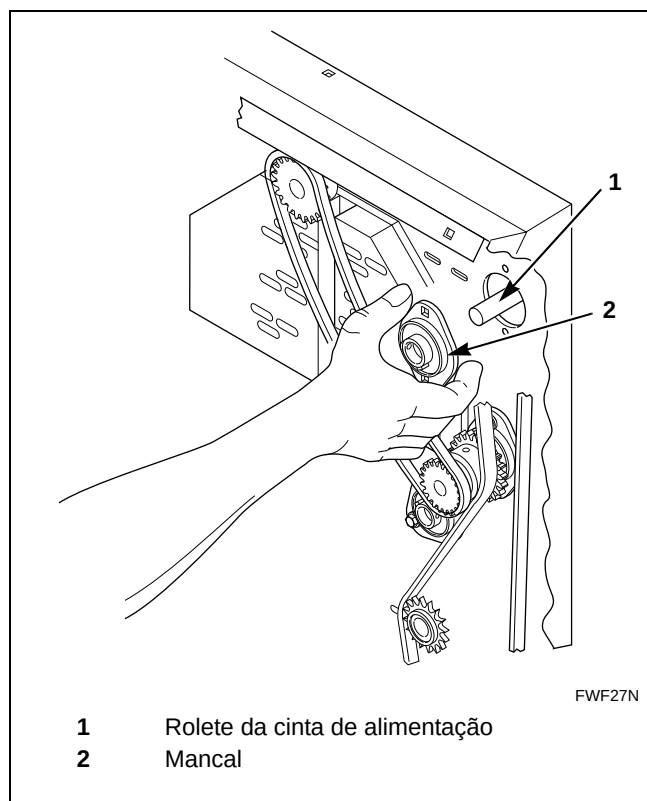

Figura 32
7. Remova o rolamento exercendo pressão do lado esquerdo. Consulte a *Figura 32*.